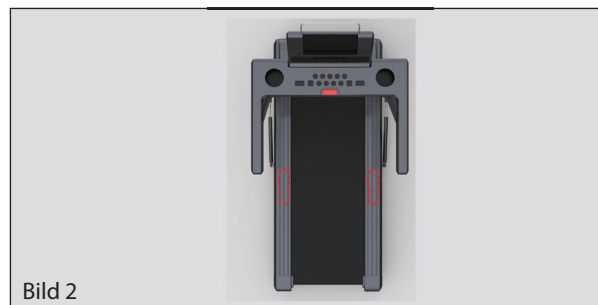

Bild 2
- Stellen Sie die beiden Beine auf die Sicherheitstrittflächen (Bild 2)
- Bitte beachten Sie, dass Sie immer auf den Sicherheitstrittflächen (BILD 2) stehen, wenn Sie Ihr Training starten und erst nach einigen Sekunden die Lauffläche betreten.